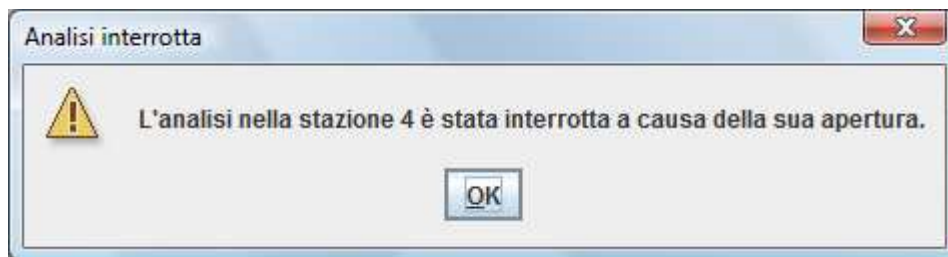

Fig. 20. MBS-MR – Finestra di stop dovuto all'apertura del tappo della stazione
- Se durante la prova viene aperto il tappo della stazione, l'analisi viene interrotta immediatamente senza possibilità di ripristino e l'MBS-MR apre il box "Analisi fermata" (fig. 20). Premere il pulsante "OK". Per salvare un report (con la dicitura "analisi fermata a causa dell'apertura della stazione") e per resettare la postazione seguire quanto descritto al par. 1.5.5.